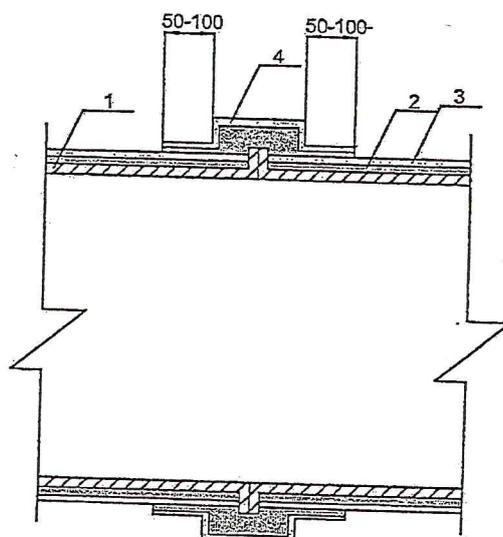

Рис. 4. Огнезащита фланцевого соединения воздуховода системой PRO-МБОР.
4.9. При выполнении огнезащитных работ до монтажа воздуховода (на земле) допускается огнезащиту соединительных фланцев производить после монтажа защищенных воздухопроводов. В этом случае сначала защищается короб воздуховода, а после монтажа защищаются фланцевые соединения. Рекомендуется дополнительно закреплять материал стальной проволокой в качестве хомута у основания фланцев. (Рис.4)